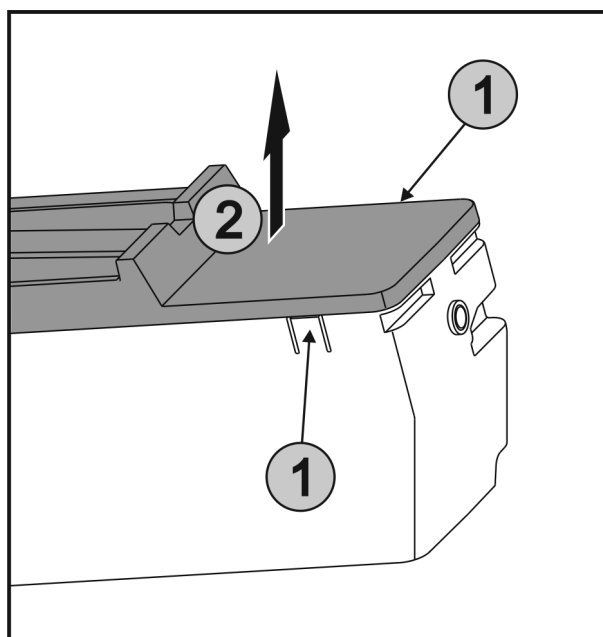

Fig. 41
- ▶ Súčasne stlačte spony Fig. 41 (1) na oboch stranách EasyTwist-Ice a odoberte kryt Fig. 41 (2) nahor.